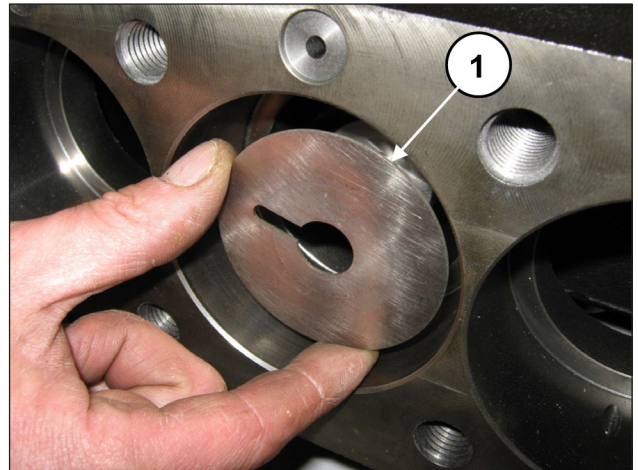

Abb. 173
Entfernen Sie die Spritzschutzringe von den Kolbenführungen (Pos. ①, Abb. 173).